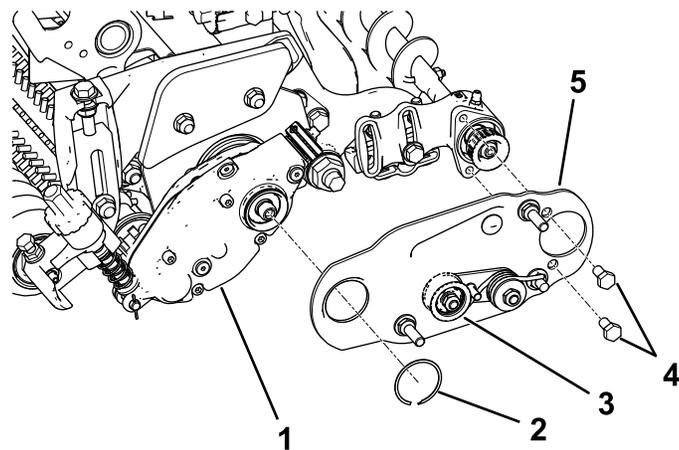

Figura 9
3. Montate la piastra orientabile della spazzola per rulli di sinistra o destra (Figura 9).
Nota: Verificate che il gruppo puleggia tendicinghia sia installato in basso come mostrato nella Figura 9.
4. Applicare Loctite 242 (blu) sui 2 bulloni da 5/16" x 1/2" e utilizzateli per montare la piastra della spazzola sull'alloggiamento del cuscinetto della spazzola per rullo (Figura 9).
5. Con l'anello di ritenuta, fissate la piastra della spazzola sull'alloggiamento della spazzola per rullo (Figura 9).